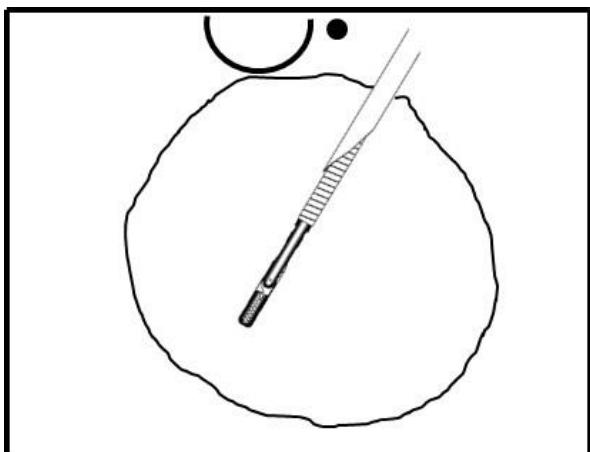

Figur 1
- Fjern Tyvek®-dækslet ved at tage fat om hjørnet og langsomt trække det af plastbakken. (Se figur 1)
- Fjern anordningens retentionsrør fra bakken. (Se figur 1)
- Løsn håndtaget fra bakken ved udskæringspunkt 1 med den ene hånds tommel- og pegefingrer for at tage fat om håndtaget. (Se figur 1)
- Fjern resten af anordningen ved at gøre fat om det oprullede hylster fra udskæringspunkt 2 (Se figur 1) med den anden hånds tommel- og pegefingrer.